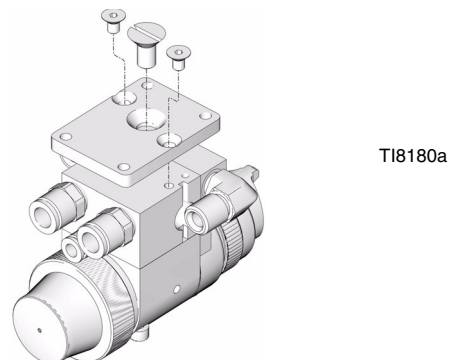

FIG. 5: Placa adaptadora para retroinstalaciones
1. Monte la placa adaptadora en el colector utilizando los tres tornillos suministrados con el kit (FIG. 5).